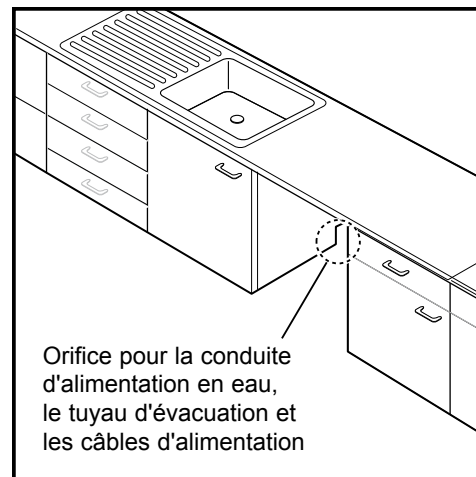

Figure 1-1
1. En utilisant une scie cloche, coupez un trou dans la paroi latérale de l'armoire sous l'évier, comme illustré à la Figure 1-1 ci-dessous.